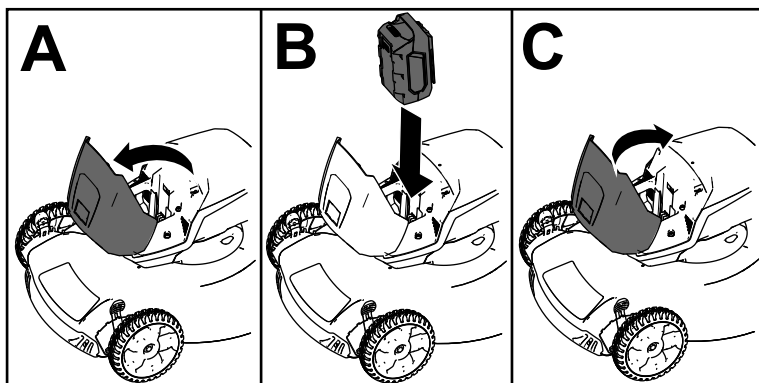

Figura 8
2. Ridicați capacul compartimentului pentru acumulator (A din Figura 8).
3. Aliniați canalul acumulatorului cu limba de pe maină și glisați acumulatorul în compartiment până când se fixează prin blocare (B din Figura 8).
4. Închideți capacul compartimentului pentru acumulator (C din Figura 8).